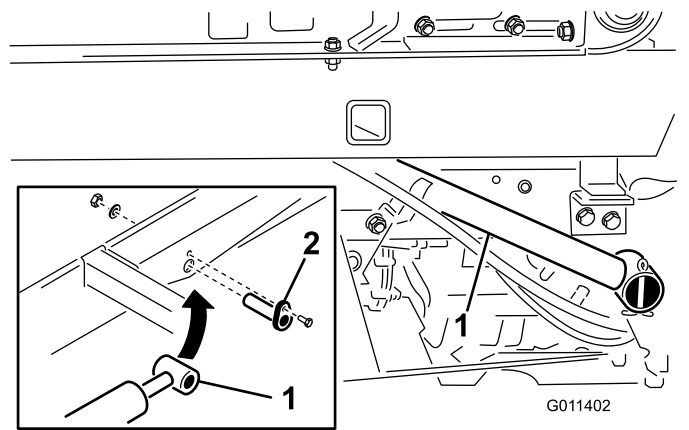

Figure 11
- Fixez la tige de chaque vérin de levage à la base du topdresser avec un axe de vérin (Figure 11).
- Fixez chaque axe de vérin à la base du topdresser à l'aide d'une vis (1/4" x 3/4"), d'une rondelle plate et d'un écrou (Figure 11).